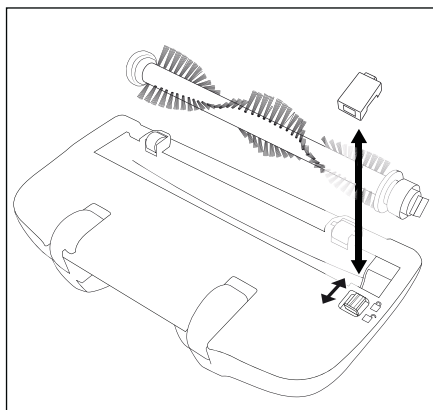

Fig. 5
- 2) Glissez le verrouillage sur le cache en direction de l'icône  et retirez le cache (fig. 5).
- 7) Remettez le cache en place et verrouillez-le jusqu'à ce qu'il s'enclenche. Le cache s'enclenche lorsque le verrouillage glisse automatiquement en direction  (fig. 5).